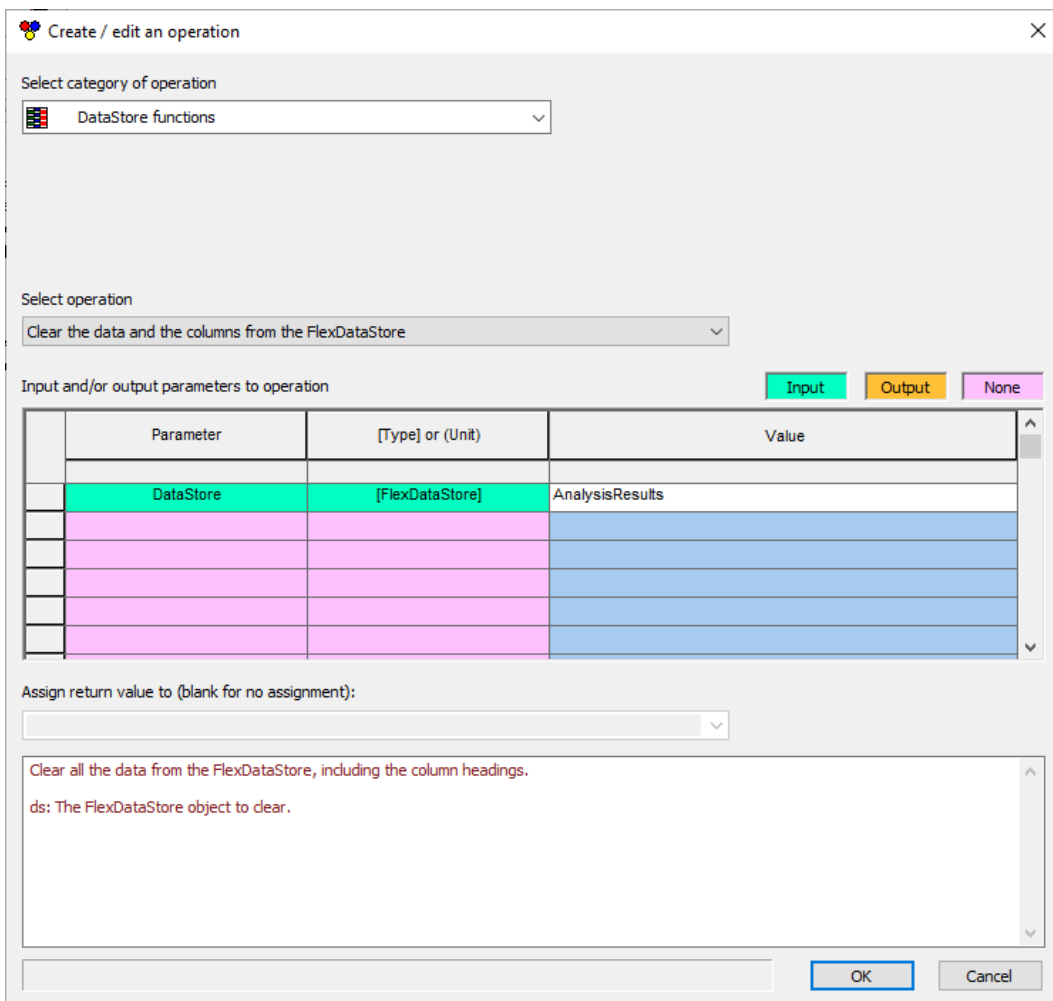

Рисунок 25: Вікно створення/редагування операції для операції *ClearData*.
41. У розкритому списку знайдіть список елементів *ResolveUser*. Він містить екземпляр *AnalysisResults [FlexDataStore]*, створений раніше у вправі – виберіть це (Рисунок 25).